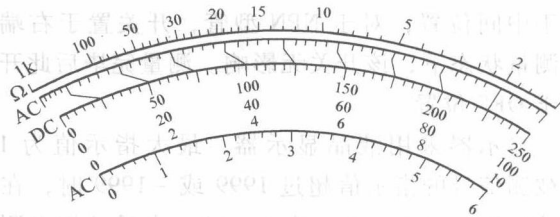

图 1-4 万用表的标度盘
(2) 测量挡的选择。根据测量的对象，将切换开关转换到所需要的位置上。例如，需要测量交流电压，将切换开关转换到标有 V 的位置。有些万用表有两个切换开关，一个是改变测量种类的切换开关；另一个是改变量程的切换开关。使用时，先选择测量种类，再选择量程。选择测量种类时，要小心谨慎，测量前应核对无误后，方可进行测量，否则会烧毁仪表。
(3) 正确选择量程。用万用表进行测量之前，首先应对被测量的范围有一个大概的估计，然后将量程切换开关旋至该种类区间的适当量程上。例如，测量 220V 交流电压时，就可选用 250V 量程挡。如果被测量的范围不好估计，可先由大量程挡向小量程挡处进行切换，应使被测量的范围在仪表指针指在满刻度的 1/2 满量程以上时即可。
(4) 正确读数。万用表标度盘上有许多条标度尺，分别用于不同的测量种类，测量时要在相应的标度尺上读取数据。万用表的标度盘如图 1-4 所示。